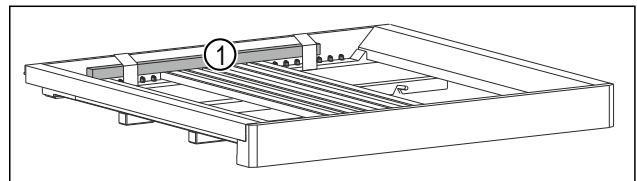

Fig. 5 *
- Holzstab Fig. 5 (1) entfernen.*